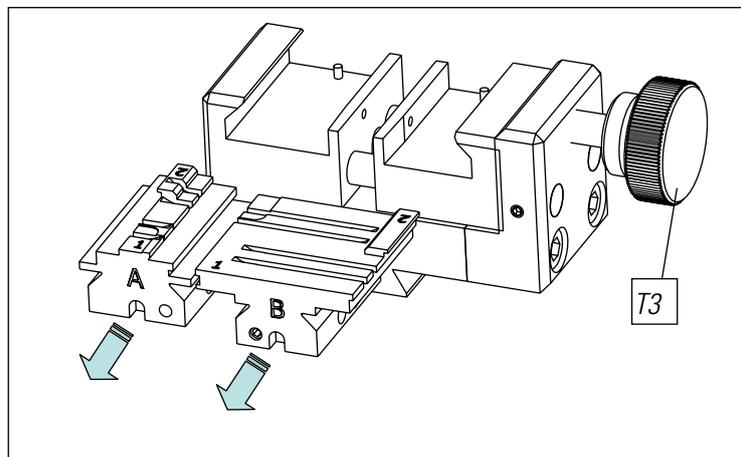

FIG. 20
- 2) Afferrare la ganascia con le dita dalla parte posteriore tirandolo verso di sé. (Fig.20)